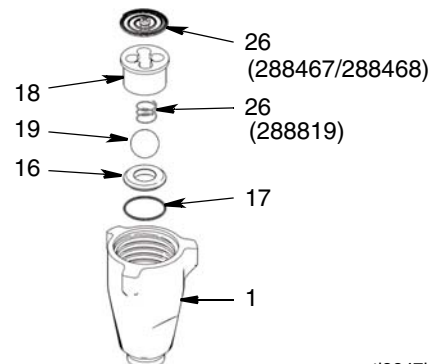

FIG. 3
3. (Fig. 3) Desmonte a válvula de admissão. Limpe e inspecione o O-ring (17). Poderá precisar de uma ferramenta pontiaguda para remover o O-ring).